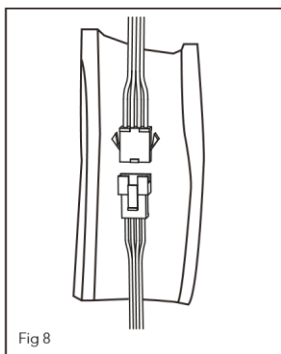

Fig 8
3. Som vist i fig.8, koble ledningsterminalene til innendørs- og utendørsenheter. Bruk deretter et stykke skum til å vikle ledningsterminalene sammen, med hver terminal separat omgitt av svampen. Unngå mellomrom mellom hver ledning.